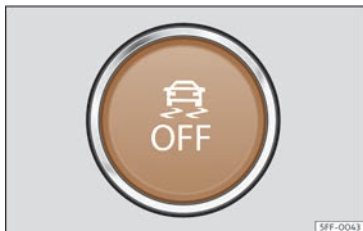

Fig. 191 Na parte inferior da consola central: botón para conectar/desconectar o ESC
- O ESC en modo “Sport” pódese desconectar e conectar mediante unha pulsación curta no botón  da consola central >>> **fig. 191**.
- O ESC pódese desconectar mediante unha pulsación longa no botón  da consola central >>> **fig. 191** e pódese volver conectar mediante unha pulsación curta.